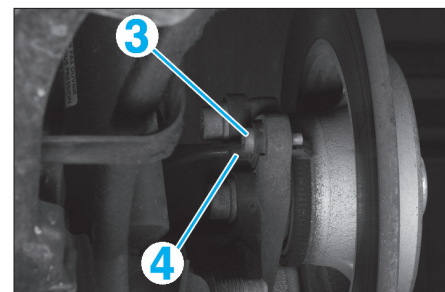

FIG. 32
- la vis (3) (Fig.32),
- le capteur de roue arrière (4).